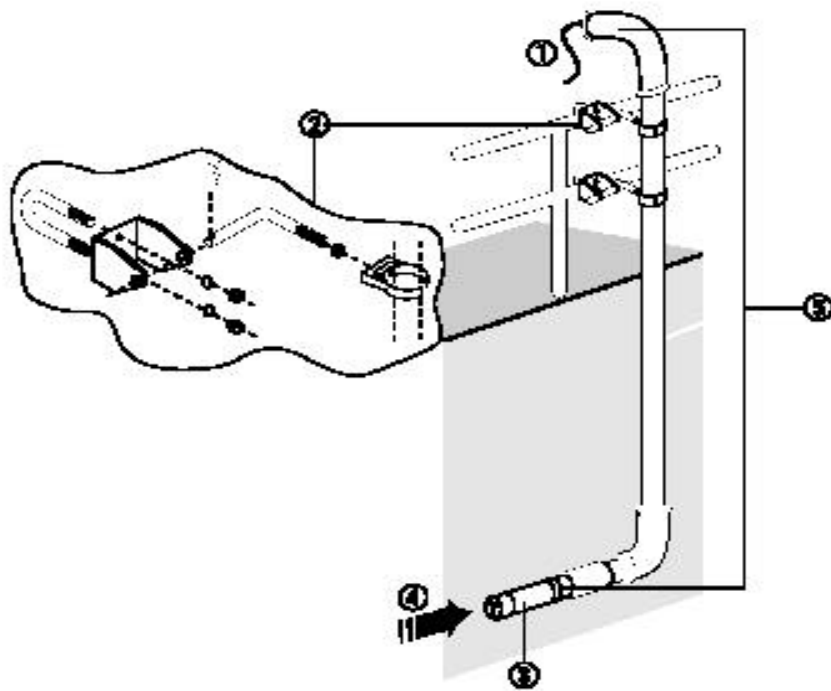

图8 浸没式传感器的安装情形
- 3、图8所示为使用可供选择的可快速卸载托架的一种典型的安装情形。电缆顺着管路方向铺设，在另一端与发射机连接。